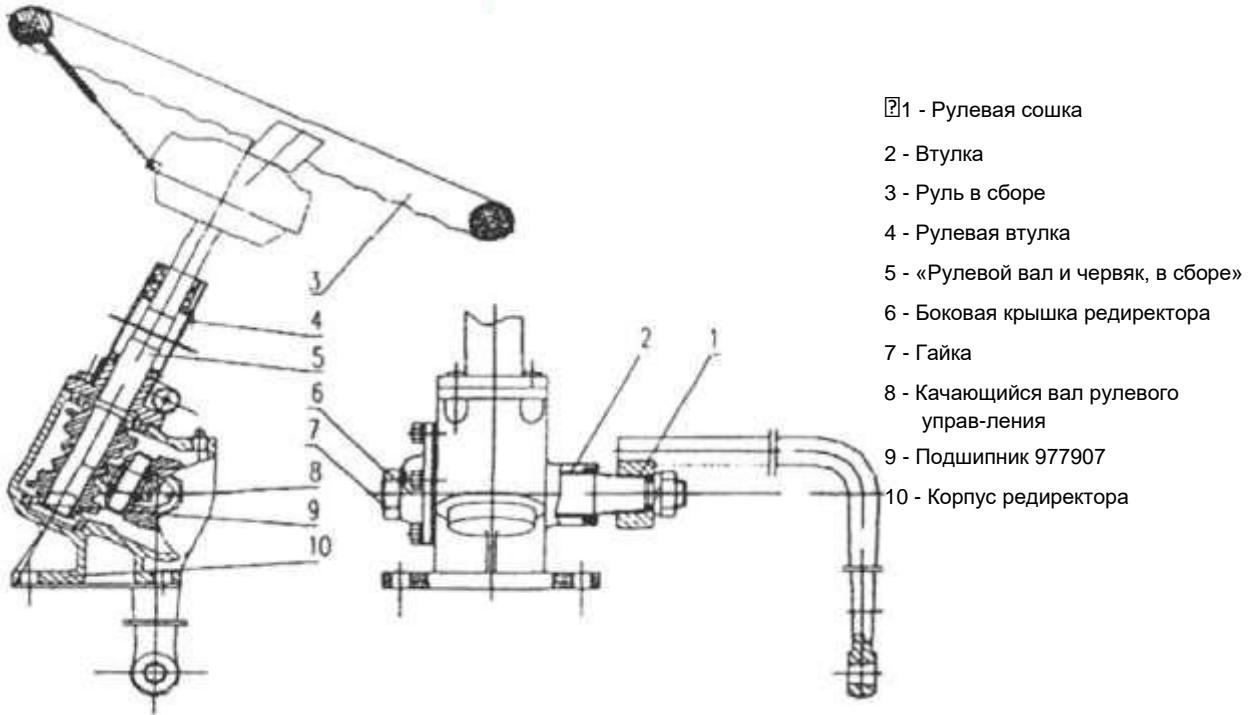

Рис. 6-11. Редиректор, в сборе
Этот редиректор - глобоидально-червячного типа. Он прикреплен к «корпусу коробки передач» четырьмя болтами. Рулевой вал идет под углом 65° к продольной оси трактора. Его конструкция показана на Рис. 6-11. «Рулевой вал и червяк, в сборе» (5) смонтированы в «корпусе редиректора» и опираются на подшипник 977907(9) (который тоже смонтирован в «корпусе редиректора»). Качающийся вал рулевого управления (8) – смонтирован на «корпусе редиректора», к нему прикреплена «втулка в сборе» (10), левый конец опирается на втулку (2), правый конец опирается на подшипник 205 на «боковой крышке корпуса редиректора» (7). Таким образом, ролик (подшипник 776701), смонтированный на «качающемся вале рулевого управления» - зацепляется с червяком.